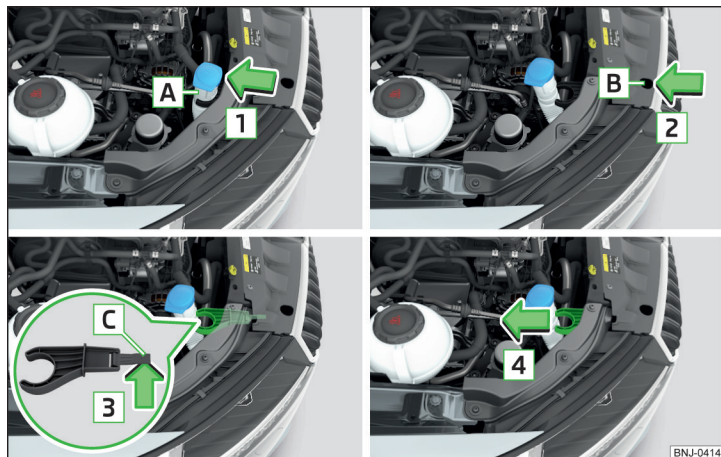

Fig. 287 Retirar el soporte del depósito del agua de lavado
- Aflojar los soportes del depósito **A** del soporte en la dirección de la flecha **1** » fig. 287.
- Deslizar hacia dentro el soporte del depósito en contra del sentido de la flecha **4** » fig. 287.